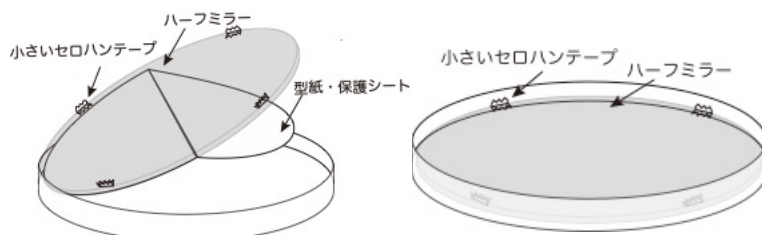

図10
4) ポリカーボネートのハーフミラーの型紙を貼った片面の保護シールを型紙と一緒に少しはがしたら、折っておきます。もう片方の面(図10では上側)の保護シールを全部はがします。ミラーの端4箇所に、小さく切ったセロハンテープを貼っておきます。図10のようにその面を上
してミラーをクリアケースのふたの内側に立てかけて、残っている型紙と保護シールを全部はがします。ミラーの端に貼ったセロハンテープでミラーをふたの側面に軽くとめます (図10)。